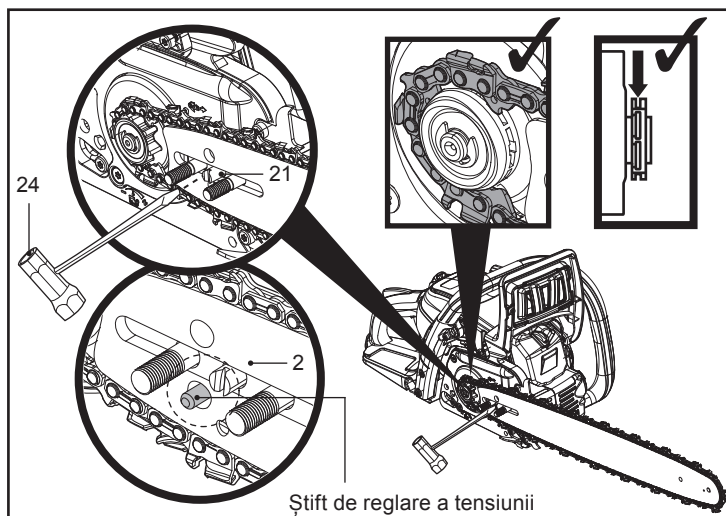

Fig. 5
6. Trage lama de ghidare cu atenție spre dreapta pentru a strânge lanțul de fierăstrău. Ai grijă ca lanțul de fierăstrău să fie pus deasupra opritorului de lanț (18).
7. Verifică dacă zalele de antrenare ale lanțului de fierăstrău (3) sunt introduse corect în roata dințată de antrenare și în pinionul din vârful lamei de ghidare (2) și dacă lanțul este bine montat în jurul lamei de ghidare (2).
8. Aliniaza știftul de reglare a tensiunii cu gaura inferioară de pe lama de ghidare (2) rotind șurubul de tensionare a lanțului (21) în sens orar sau antiorar cu unealta multifuncțională (24) (Fig. 5).